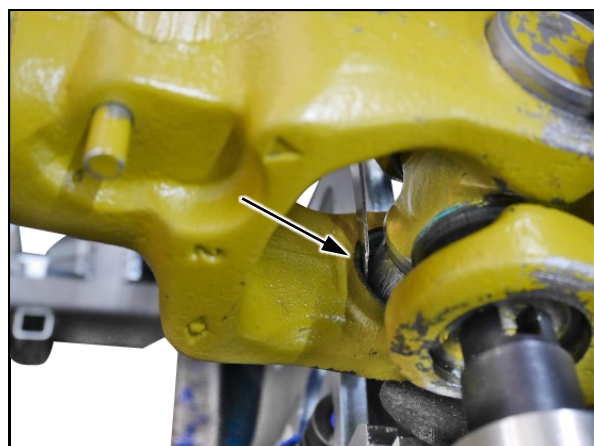

Fig. 20
20. Ablassventil an Handpumpe öffnen, so dass der Drücker (1) die Gelenkgabel freigibt.
22. Klemmspatel in den Spalt einführen, wie in Fig. 20 und Fig. 22 dargestellt.
30. Klemmspatel in den Spalt einführen, wie in Fig. 20 und Fig. 22 dargestellt.
40. Klemmspatel in den Spalt einführen, wie in Fig. 20 und Fig. 22 dargestellt.
44. Klemmspatel in den Spalt einführen, wie in Fig. 20 und Fig. 22 dargestellt.